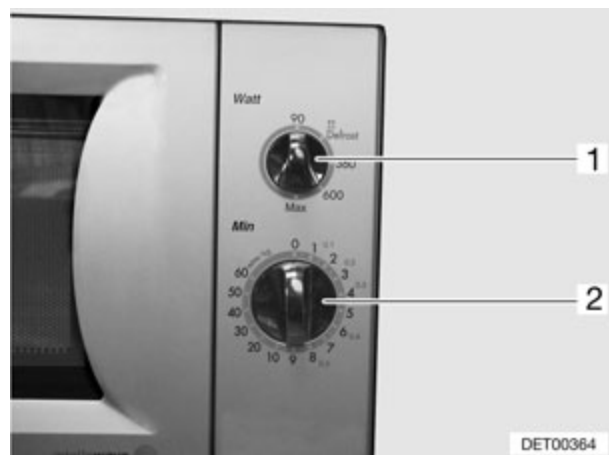

Fig. 144 Elementos de mando del horno microondas
- Seleccionar la potencia con el regulador giratorio (Fig. 144,1).
- Seleccionar el tiempo de cocinado con el regulador giratorio (Fig. 144,2). Comienza el proceso de cocinado.